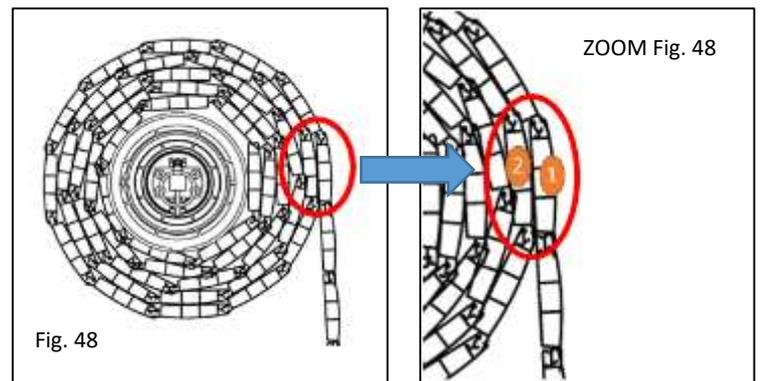

Fig. 48
- Etape 2 (Fig.48 et ZOOM Fig.48) :
ZOOM Fig. 48